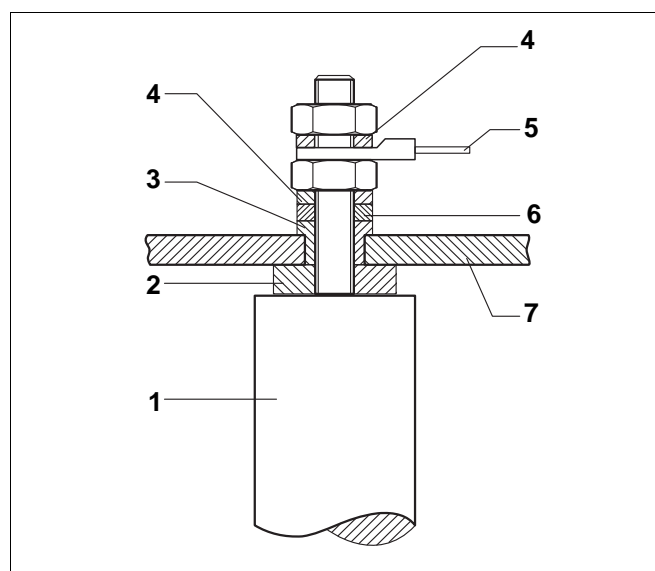

Рис. 13 Крепление магниевого анода
- Выверните болты из верхней крышки люка, снимите крышку люка с магниевым анодом (рис. 13).
- Выверните анод (рис. 13, [1]).
- Выверните болты из боковой крышки люка, снимите крышку люка с магниевым анодом рис. 13, стр. 17.
- Если магниевый анод изношен, то установка нового производится так, как показано на рис. 13.